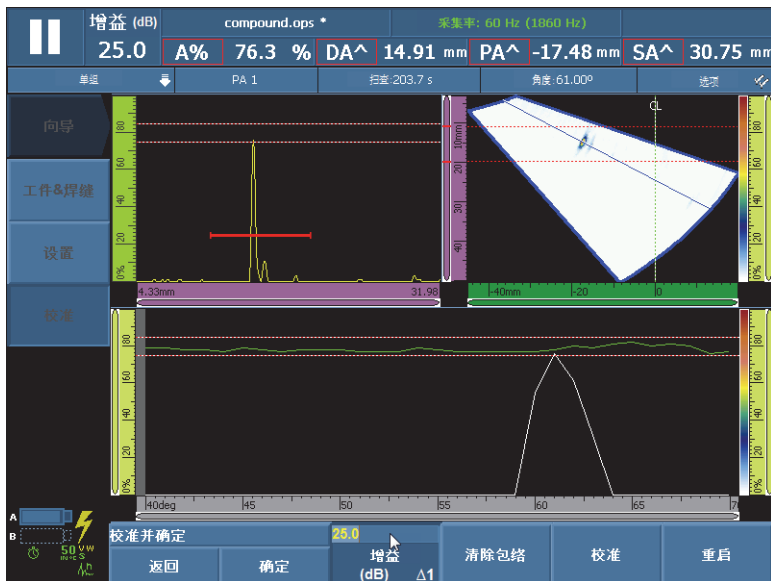

图 5-14 为灵敏度校准建立包络
a) 在校准试块的反射体上小心地前后移动探头, 建立平滑信号包络, 并使其数值对于所有角度  $\Delta VPA$  都处于 0 ~ 100 % 的范围内 (参见第 134 页的图 5-14)。